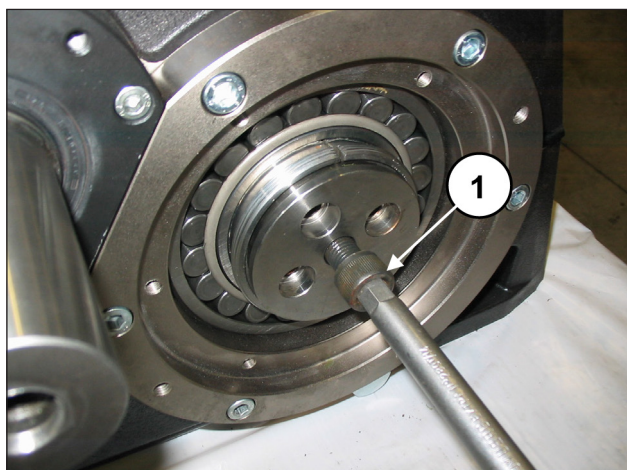

Fig. 79
Aplicar un tornillo M16 con la longitud adecuada (35 - 40 mm) en el orificio M16 del eje acodado y atornillarlo hasta que la brida se apoye en el casquillo (pos. ①, Fig. 79). No apretar el tornillo.